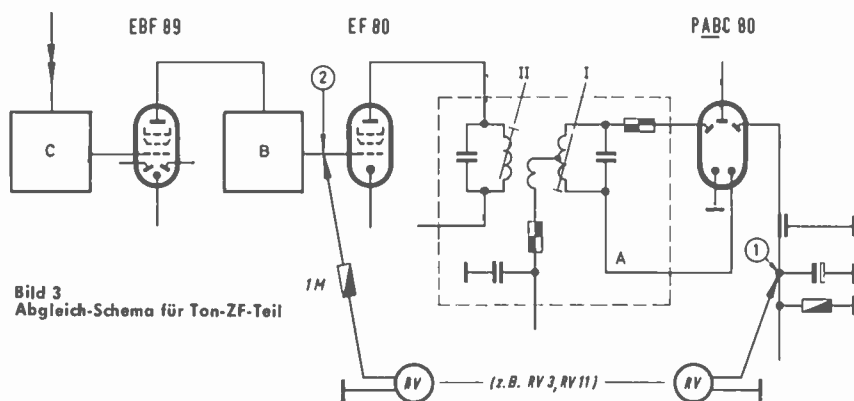

Bild 3 Abgleich-Schema für Ton-ZF-Teil
genen Senders, aber unter Zuhilfenahme eines Röhrenvoltmeters (GRUNDIG RV 2, RV 3, RV 11) kann auch nach folgender Methode abgeglichen werden (Bild 3): Röhrenvoltmeter (über 1-MΩ-Widerstand) an Punkt 1 anklammern. Abgleichen der Kreise II und I (auf Maximum).
Die aus einem festen Kunststoff bestehenden Schaltstifte betätigen im hineingedrückten Zustand jeweils einen am Motorschalt-Aggregat angebrachten Kontaktsatz. **Bild 3** zeigt das Schaltaggregat. Der Motor erhält Strom nach Drücken der Taste „Senderwahl“ und wird stromlos bei Erscheinen eines eingerasteten Schaltstiftes. Bei nicht eingerasteten Schaltstiften läuft der Motor weiter. In Stellung 12 wird das Fernsehgerät auf UHF umgeschaltet. Diese Schaltvorgänge können auch drahtlos fernbedient werden. In diesem Fall wird die Einschaltung des Senderwahl-Motors von einem auf dem Ultraschall-Verstärker befindlichen Relais gesteuert.
**Bild 3** Motor des VHF-Tuners für die Programm-Fernwahl mit Einstellscheibe und Kontaktsatz. Rechts die Bedienungsgriffe für die UHF-Abstimmung. Der untere kleine Drehknopf betätigt das Potentiometer für die VHF-Handabstimmung (kann nach Wunsch durch Drucktaste eingeschaltet werden)